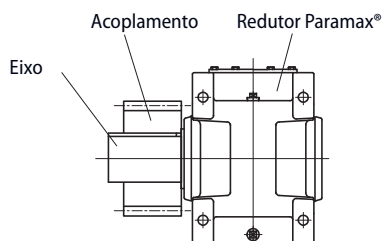
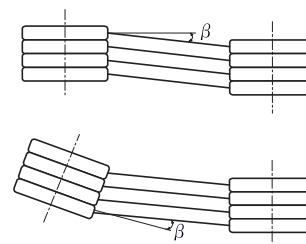

Fig. 9
Fig. 10
(2) Corrente, pinhão e coroa
- Posicione o pinhão e a coroa o mais próximo possível do redutor Paramax®, de modo que o ponto de carga fique próximo à linha de centro vertical do redutor (Fig. 9).
(3) Correia em forma V
- É necessário que a excentricidade de paralelismo entre duas polias seja inferior a 0.5' (Fig. 10).